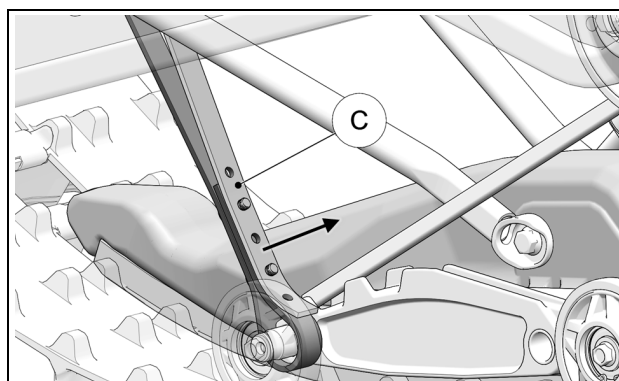

Figure 17
- Désengager l'extrémité de la courroie (C) du côté des écrous. Les boulons doivent rester engagés dans les autres parties de la courroie. Figure 17